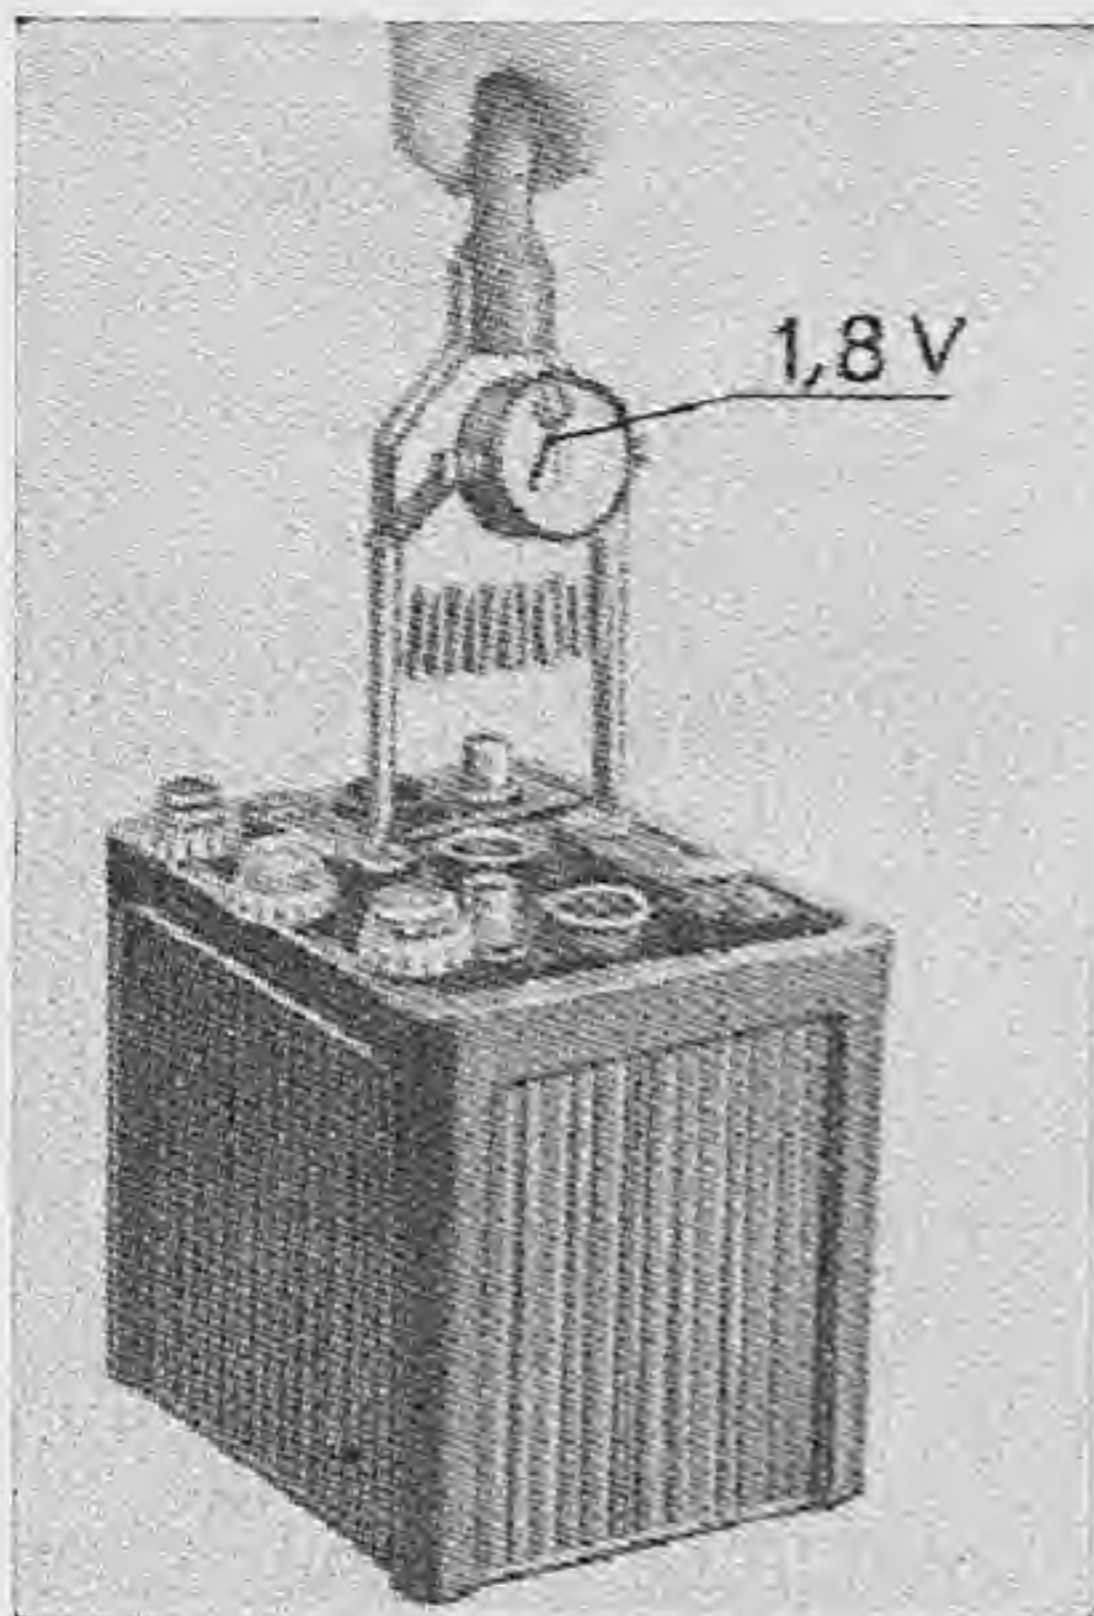

Fig. 145. — Medición de la carga de las celdas con un "startómetro".
2. Con "Startómetro".— El "startómetro" es un aparato consistente en un voltímetro montado en una horquilla cuyos brazos están independientemente conectados al instrumento de medición, y entre los cuales hay una resistencia calculada para permitir una fuerte descarga (fig. 145).